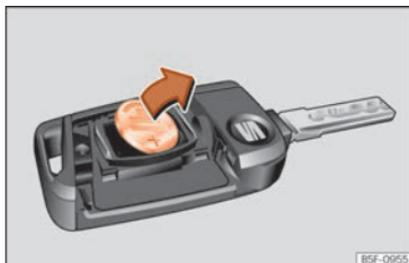

Fig. 120 Llave del vehículo: extracción de la pila.
- Extraiga la pila del compartimento con un objeto fino adecuado »» fig. 120.
- Coloque la pila nueva tal como se muestra »» fig. 120 y presiónela en el compartimento para la pila en sentido contrario a la flecha »» ⓘ.